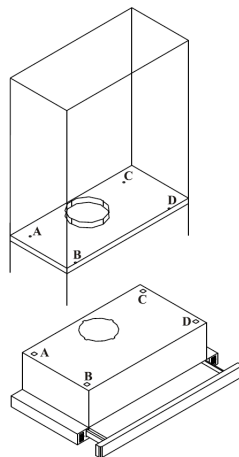

Fig.3
- I överskåpets nedersta hylla sågas ett hål på Ø 130 mm till ett rör som ska leda ut avledningsluften. Borra därefter hål till köksfläktens fästsruvar (fig. 3). För att undvika felplacering av de enskilda hålen ska den medföljande pappersmallen användas för markering av skruvhål och hål för avledningsröret i överskåpets nedersta hylla.
- I överskåpets nedersta hylla sågas ett hål på Ø 130 mm till ett rör som ska leda tillbaka den rensade luften till köket. Därefter borrar hål till de medföljande monteringskruvarna (fig. 3).